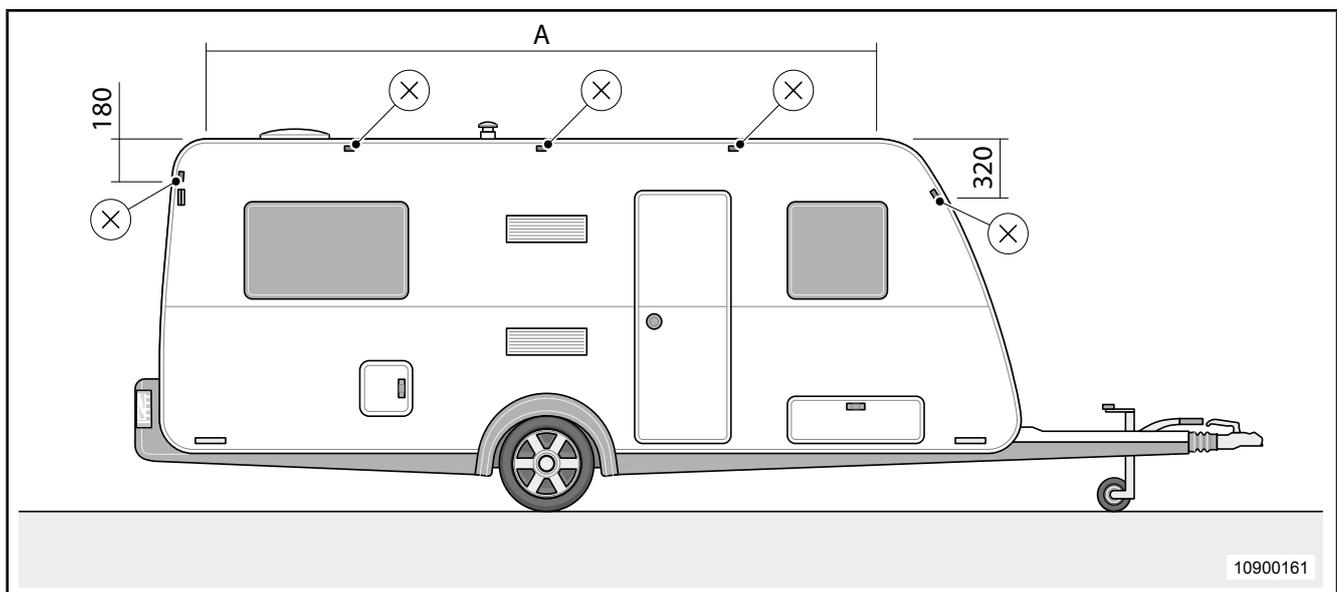

Abb. 6 Vorzeltösen montieren
1. Die Vorzeltösen mit Blechschrauben $\varnothing 3,9 \times 19 \text{ mm V2A}$ gemäß Abb. 6 befestigen und mit Dichtmasse Terostat 2729 abdichten.